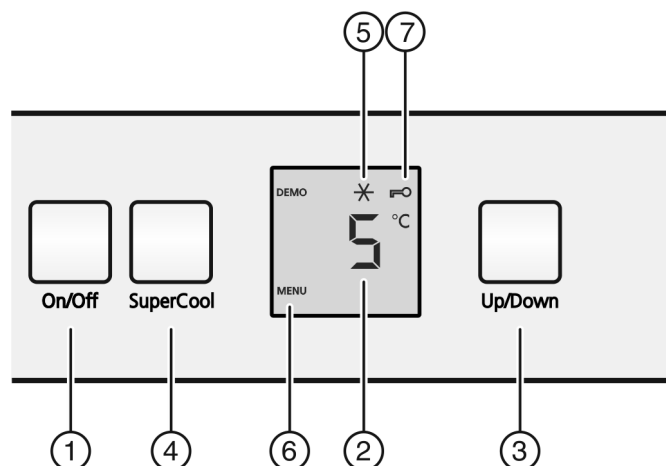

Fig. 2
- ▶ Aan/uit-toets Fig. 2 (1) indrukken.
- ▶ Toets SuperCool Fig. 2 (4) ca. 5 seconden indrukken.
- ▷ Op de display wordt het symbool Menu Fig. 2 (6) weergegeven.
- ▶ Met de toets SuperCool Fig. 2 (4) kort bevestigen.
- ▷ Het symbool Kinderbeveiliging Fig. 2 (7) op de display gaat branden.
- ▶ De toets On/Off Fig. 2 (1) kort indrukken.
- ▶ Temperatuurfunctie oproepen: Druk de insteltoets Fig. 2 (3) in.
- ▶ Temperatuur in 1 °C stappen wijzigen: Druk de insteltoets Fig. 2 (3) net zo vaak in, totdat de gewenste temperatuur op het temperatuursdisplay oplicht.
- ▶ Toets SuperCool Fig. 2 (4) kort indrukken.
- ▷ Het symbool SuperCool Fig. 2 (5) is verlicht in de display.
- ▷ Het symbool SuperCool Fig. 2 (5) in de display gaat uit.